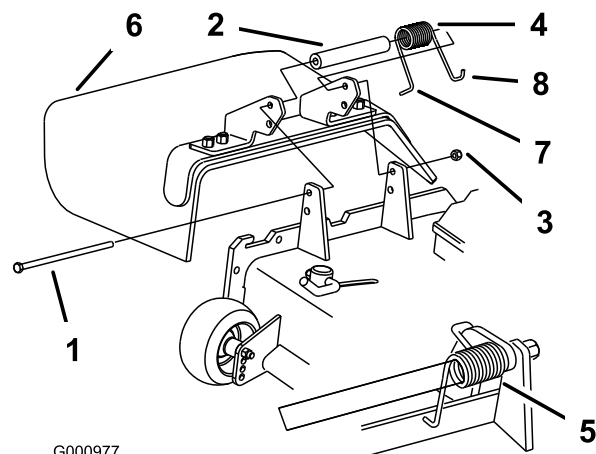

Bild 36
1. Entfernen Sie die Sicherungsmutter, Schraube, Feder und das Distanzstück, mit denen das Ablenkblech an den Drehhaltern befestigt ist (Bild 36). Entfernen Sie defekte oder abgenutzte Ablenkbleche.
- Hinweis:** Stellen Sie sicher, dass sich das L-Ende der Feder hinter der Mähwerkkante befindet, bevor Sie die Schraube einführen, siehe Bild 36.
3. Setzen Sie die Schraube und Mutter ein. Führen Sie das J-förmige Hakenende der Feder um das Ablenkblech (Bild 36).